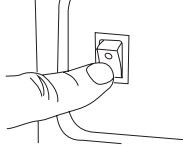

Fig. 9
- Antes de detener el motor, presione el interruptor de encendido en la posición de "apagado" (vea Fig.9).